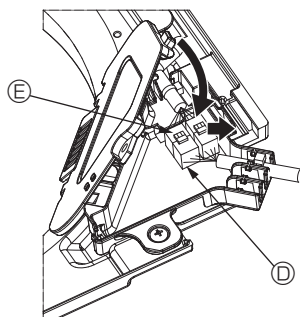

Fig. 5-10
- ③ Etter at ledningene legges i koblingsboksen, lukker du dekelet til koblingsboksen. Pass på at ledningene ikke kommer i klem. (Fig. 5-10)